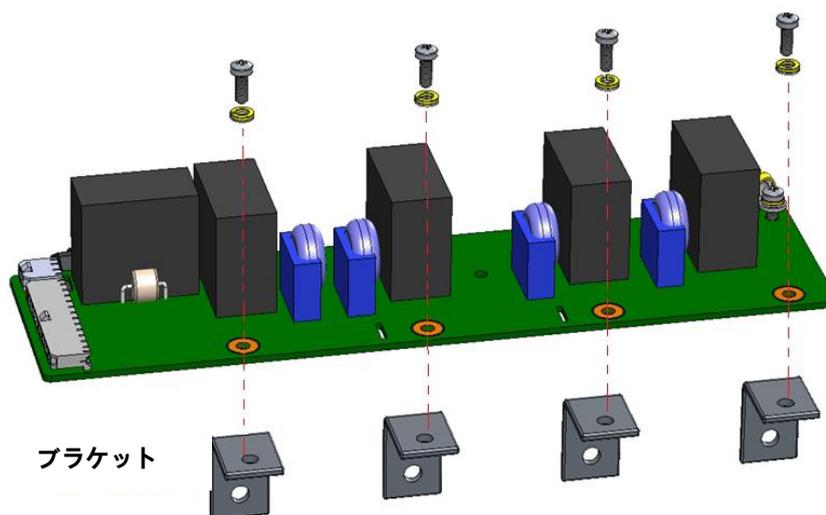

図5: AC SPD ブラケットの取り外し
② 同梱のAC SPDの設置方法:
1. ブラケットに接続している4個のネジを外し、ブラケットを交換用のAC SPDに取り付けてください (図5参照)。ネジを 2.6 N*mのトルクで締めてください。